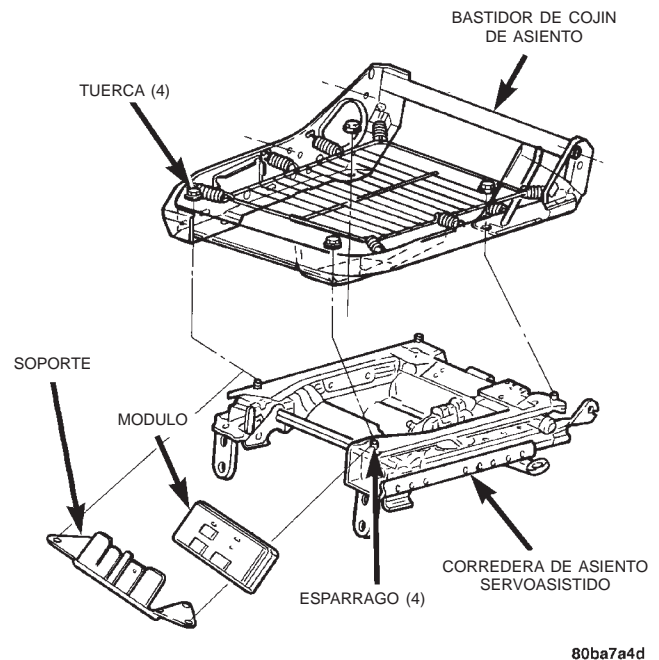

Fig. 3 Desmontaje e instalación de módulo de asientos térmicos
(3) Levante el módulo de asientos térmicos y su soporte de instalación separándolos de los dos espárragos delanteros en los largueros de instalación superior de la corredera del asiento servoasistido y saque la unidad del asiento, lo suficiente para acceder a los conectores de mazo de cables de asiento servoasistido (Fig. 3).